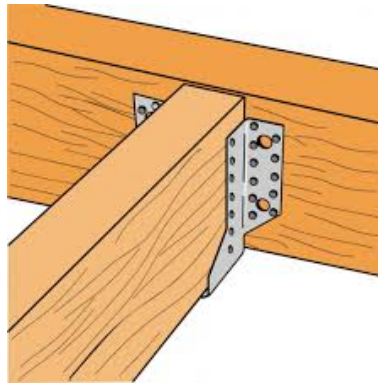

FIGURE 7 – Liaisons pannes en bois - arbalétriers sont assurées par des sabots à ailes extérieures Inox.
- Les pannes sont de section rectangulaire de largeur de 9.8 cm et de hauteur à déterminer ; et leur portée est de 6 m. Les liaisons entre les pannes et les arbalétriers sont assurées par des sabots SAEX à ailes extérieures Inox A4 (figure 7).